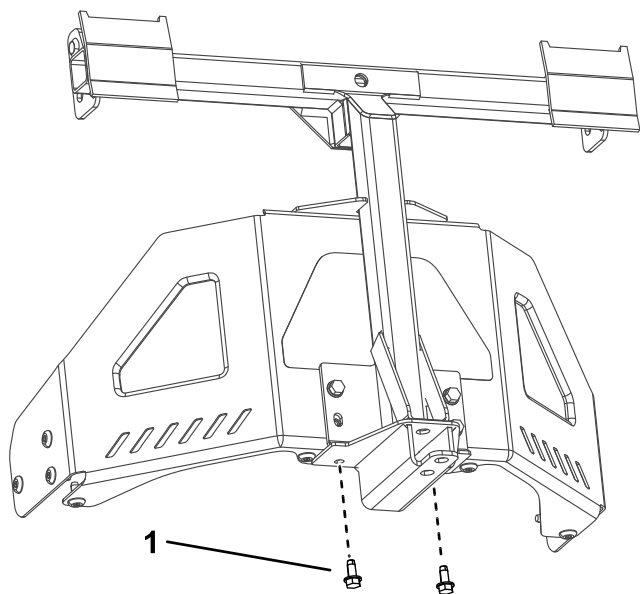

Figura 7
3. Prenda a estrutura da articulação à parte inferior da máquina utilizando dois parafusos autorroscantes (5/16 pol. x 3/4 pol.) como se mostra na Figura 7.